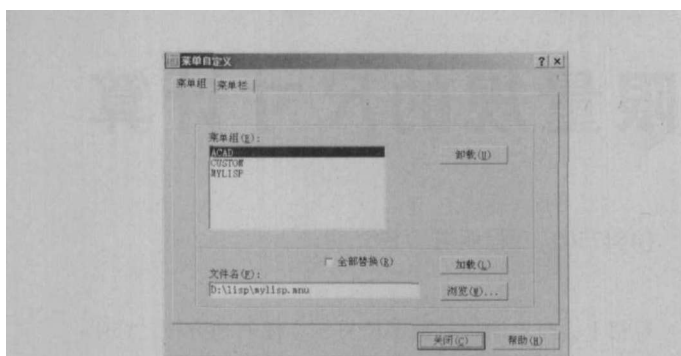

图 6
(7) 切换到“菜单栏”标签。从菜单组列表选取 MYLISP 菜单组，将自定义 LISP 菜单插入到“窗口”菜单前面，如图 6 所示。